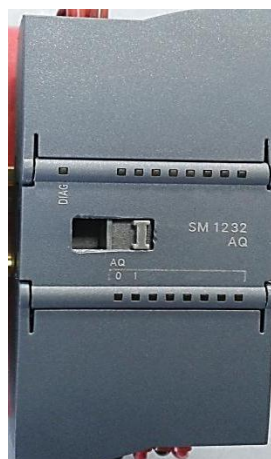

Figura 3.18: Módulo de expansión SM-1232.
**Módulo de expansión SM-1232** (figura 3.18): dispositivo de salidas analógicas, que permite interactuar al autómatas con los instrumentos de campo, integrado de dos salidas analógicas de voltaje de +/-10V o corriente de 0 – 20 mA.